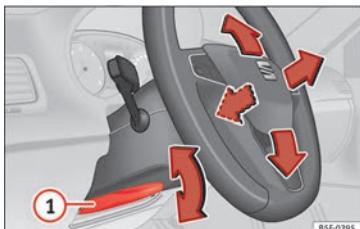

Bild 19 Spak nere till vänster om rattstången
- Ställa in rattpositionen: Dra ☞ **bild 19** ①-spaken nedåt och flytta ratten till önskat läge. Lyft upp spaken igen tills den låses.